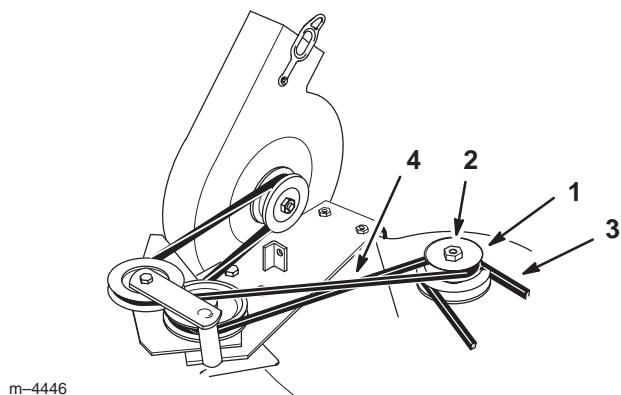

Figure 7
- Enfilez la nouvelle poulie double sur l'arbre de pivot en prenant soin que le mot **Top**, estampé sur la poulie la plus grande, soit tourné vers le haut. Fixez l'ensemble avec la rondelle-frein (5/8 pouce) et l'écrou (5/8 pouce) retirés précédemment (Fig. 7).
- Montez la courroie d'entraînement du plateau de coupe existante sur la poulie inférieure (Fig. 7).